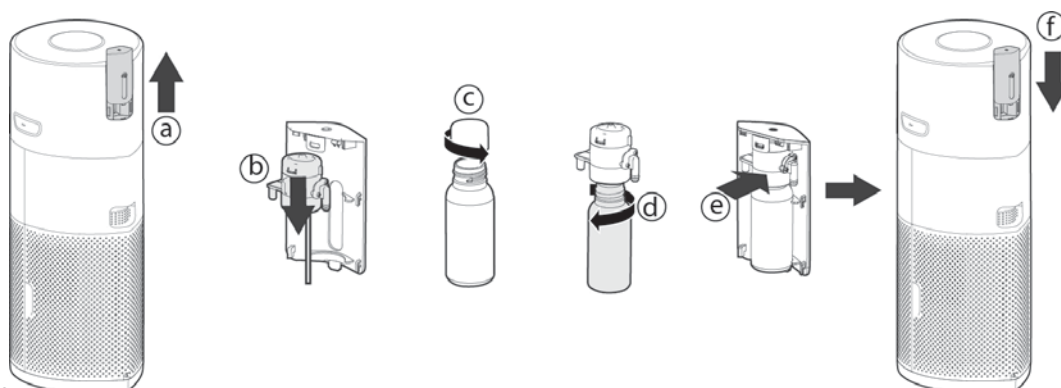

Fig. 2
2. Installare la Bocchetta del Diffusore [Fig. 2]